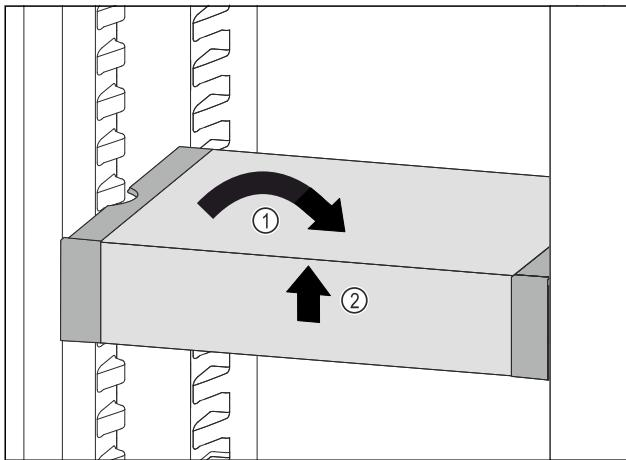

Fig. 120
- Установите VarioSafe прямо. Fig. 120 (1)
► Приподнимите VarioSafe спереди. Fig. 120 (2)